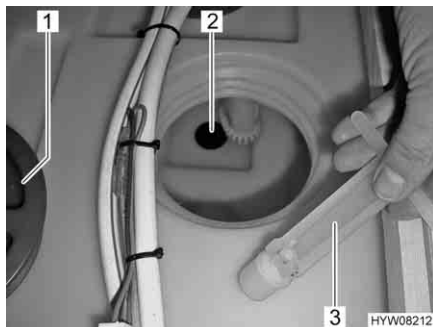

Fig. 97 Serbatoio dell'acqua, tappo di chiusura
- Svitare il coperchio (Fig. 97,1) del serbatoio dell'acqua.
- Inserire il tappo di chiusura (Fig. 97,3) nell'apertura di scarico (Fig. 97,2).